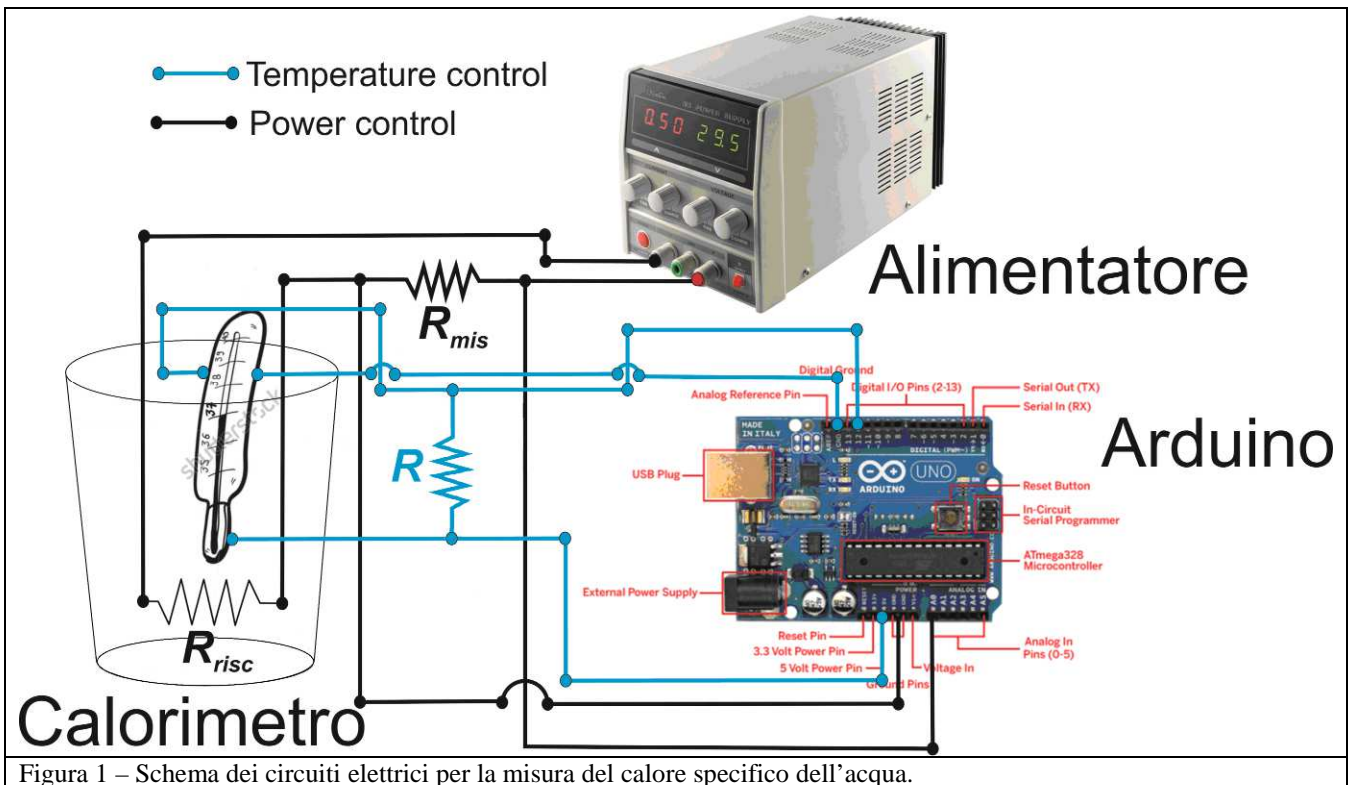

Figura 1 – Schema dei circuiti elettrici per la misura del calore specifico dell'acqua.
Quello che operativamente dobbiamo fare, è fornire ad un sistema isolato termicamente (*calorimetro*), contenente una massa  $m_{H_2O}$  di acqua, una quantità di energia nota. Nel nostro caso utilizzeremo l'*effetto Joule* per riscaldare una resistenza utilizzando un *alimentatore di tensione*. Questo, per mezzo della corrente  $I$  che passa attraverso la resistenza  $R_{risc}$  [1], produce una certa quantità di calore e di conseguenza un aumento della temperatura dell'acqua che misureremo attraverso un *termometro digitale*. Lo schema dei collegamenti è mostrato in figura 1.
Una volta riempito di acqua il calorimetro, si procederà con l'effettuare i collegamenti elettrici necessari. Come si vede nella figura 1 il circuito è composto da due parti indipendenti:
2. La **parte termica** è costituita da un *termometro digitale*, che viene letto direttamente attraverso una delle *porte logiche di Arduino*. La resistenza  $R$  che si vede nella figura 1 serve all'alimentazione del sensore (costituito da un *diodo a giunzione*).
I collegamenti del termometro e dell'alimentazione alla scheda vanno fatti seguendo attentamente le indicazioni della Figura 1 e le etichette poste sui vari fili di connessione